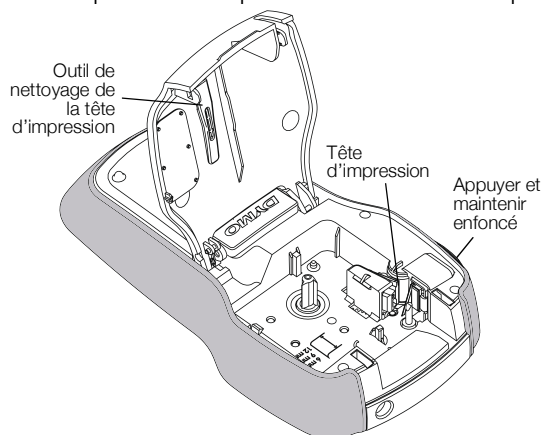

Figure 7
- 2 Appuyez sur le bouton de coupe et maintenez-le enfoncé pour exposer la lame. Voir la Figure 7.
- 2 Retirez l'outil de nettoyage de la tête d'impression de l'intérieur du couvercle du compartiment d'étiquettes. Voir la Figure 7.